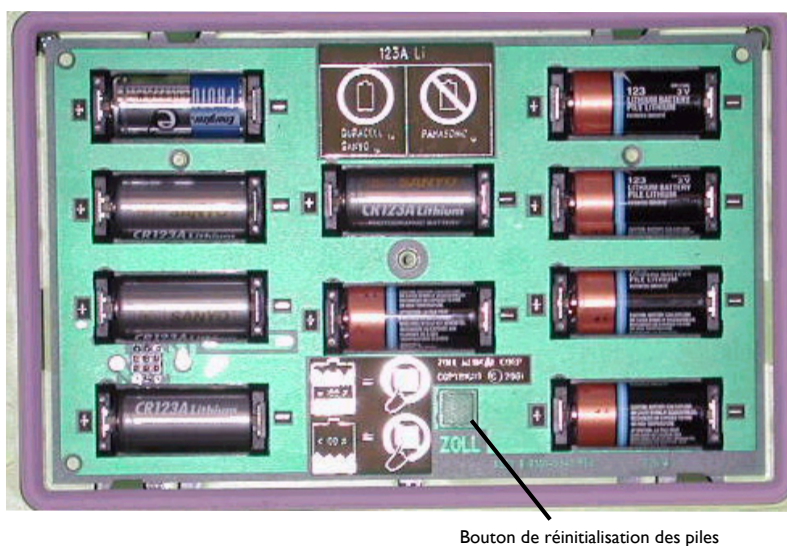

Figure 7 : Compartiment des piles
3. Après l'installation de piles neuves, il convient d'appuyer sur le bouton de réinitialisation des piles, situé à l'intérieur du compartiment des piles, lorsque l'appareil l'indique (voir Figure 7). Ce bouton permet de réinitialiser le témoin d'utilisation des piles pour qu'il indique une charge pleine.